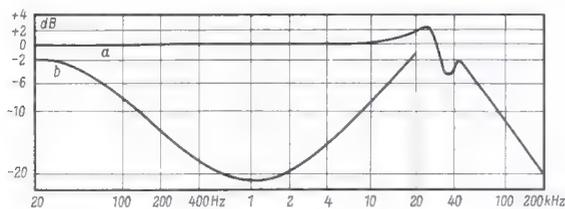

Bild 1. Frequenzkurven des durchgemessenen PPP-Verstärkers
**Frequenzgang. Meßanordnung:** Philips-RC-Generator GM 2317 – Verstärker PPP – Abschlußwiderstand 15  $\Omega$  – Philips-Röhrenvoltmeter GM 6015. Meßspannung = 0,1 V entsprechend 32 dB Spannungsverstärkung bei 1 kHz und 1 W Sprechleistung. Bei abgeschaltetem Schalldruckkurven-Entzerrer verläuft die Frequenzkurve (a in Bild 1) zwischen 20 Hz und 30 000 Hz mit  $\pm 2$  dB praktisch linealglatt im interessierenden Bereich. Schaltet man den Entzerrer ein, so ergibt sich bei 50 Hz die angestrebte Anhebung von 17 dB und bei 20 kHz von 19 dB (b in Bild 1).